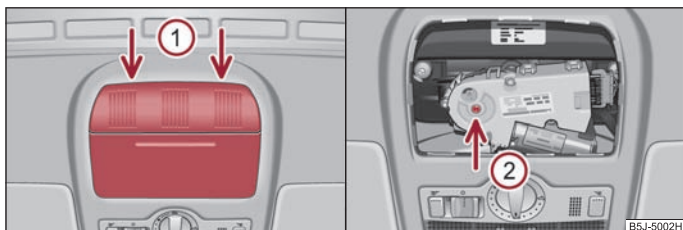

Abb. 34 Ausschnitt des Dachhimmels: Ansatzpunkte des Schraubendrehers / Öffnung zum Ansetzen des Schlüssels
- Setzen Sie einen Schraubendreher mit der flachen Klinge vorsichtig an der hinteren Seite der Abdeckung für den elektrischen Antrieb, an den Stellen der Pfeile ① an ⇒ Abb. 34 links.
- Stecken Sie einen Innensechskantschlüssel, Gr. 4, bis zum Anschlag in die Öffnung an der Stelle des Pfeils ② und schließen bzw. öffnen Sie das Schiebe-/Ausstelldach ⇒ Abb. 34 rechts.